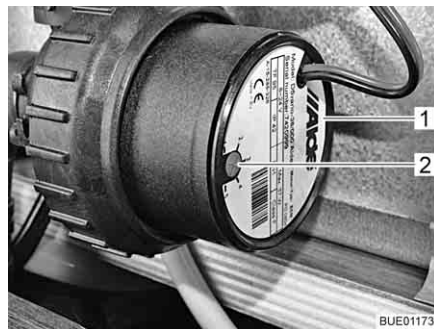

Fig. 193 Riduzione del numero di giri
Con il pomello girevole (Fig. 193,2) è possibile impostare il numero di giri della pompa di circolazione. A un numero di giri ridotto i rumori prodotti dal funzionamento della pompa si riducono.
Il pomello girevole si trova sulla pompa di circolazione (Fig. 193,1).
- Ruotare il pomello girevole (Fig. 193,2) in senso antiorario. La potenza diminuisce.